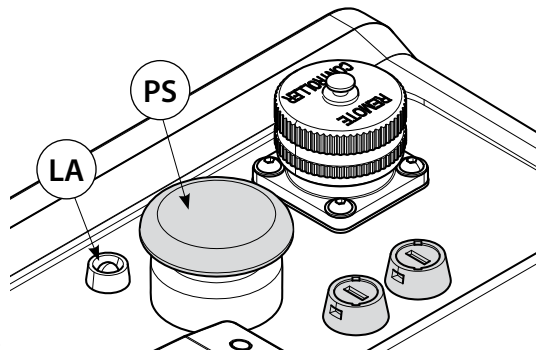

FIG. 3
- *En cas de besoin, appuyer à fond sur le bouton mécanique de décompression (PS) (Fig. 3) placé sur le groupe pour obtenir le retour de l'huile dans le réservoir même en absence d'énergie électrique.*
La pompe est équipée d'un système de diagnostique, l'allumage de la LED jaune (LA) Fig. 3 signale une éventuelle anomalie de fonctionnement et par conséquent **le blocage de la pompe**.
- L'ALLUMAGE DE LA LED JAUNE signale l'intervention de la protection thermique à l'intérieur du moteur électrique, normalement causé par une utilisation intensive et prolongée de la pompe. Pour rétablir le fonctionnement de la pompe, attendre le refroidissement du moteur, l'éteindre et ensuite l'allumer de nouveau par l'interrupteur général (IG).